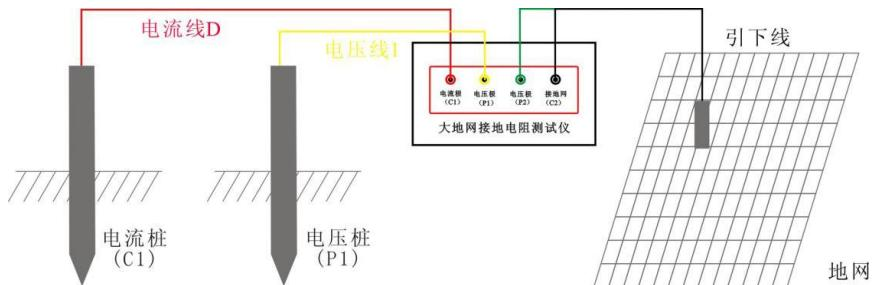

图 3 三极法测量接线图
(1) 首先检查用于试验的电流线、电压线和地网线是否有断路现象（可以用万用表测量），地桩上的铁锈是否清除干净，其埋进深度是否合适（>0.5米），同时检查测试线与地桩的连接是否导通，如未导通，请处理后重新连接。
(2) 电流测试线与电压测试线的长度比为1: 0.618，电流测试线的长度应是地网对角线的3~5倍。
(3) 电流测试线和电压测试线按规定的长度将一端与仪器相接后平行放出。另一端分别接在两个地桩上（如图3所示）。
(4) 将已放好的测试线检查一遍，将万用表一端接电流线或电压线，另一端接地网线如无阻值显示即为断路，确认完好再进行测试。
(5) 检查连线无误后，给仪器接上AC 220V/50Hz 电源，对仪器进行通电。
(6) 按测量键，开始测量。
(7) 仪器显示测试结束后，记录测试数据（本仪器可多次重复测量）。
(8) 关掉仪器电源后，拆除连线，测试过程结束。